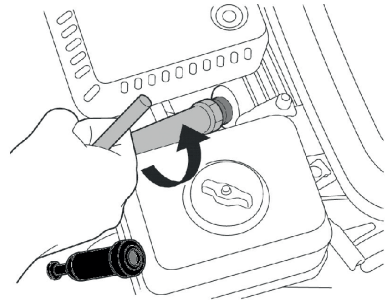

РИС. 17
2. Демонтаж. С помощью свечного ключа осторожно выверните свечу зажигания (Рис. 17). Не применяйте силу на горячем двигателе – это повреждает резьбу в головке цилиндра.